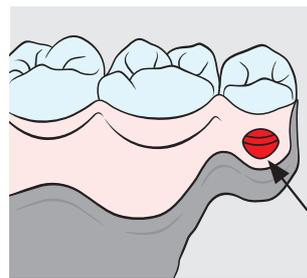

Fig. 4
8. Wenn möglich, Abflusskamin für den Kunststoff durch den Prothesenkörper bohren (Fig. 4).